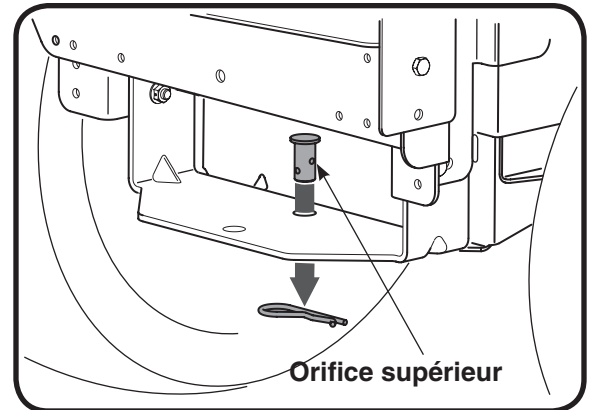

Figure 6
4. Réinsérez la broche d'articulation dans les orifices alignés du support de fixation et de la plaque d'attache, et fixez avec l'anneau de retenue retiré précédemment. Consultez la Figure 6.